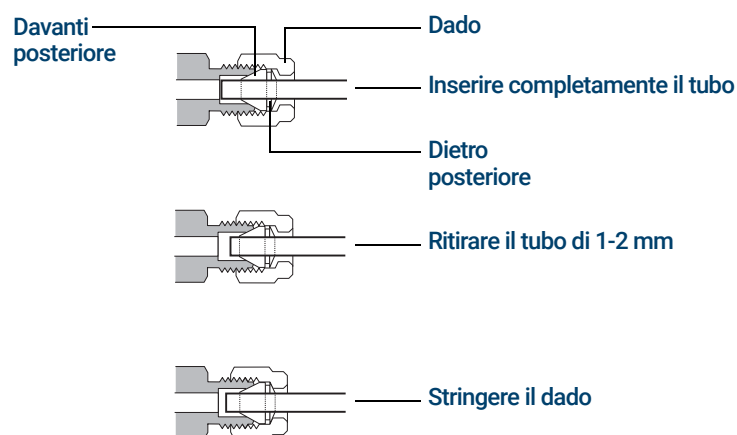

Figura 25. Inserire il tubo
- 5 Inserire completamente il tubo nel tappo, quindi estrarlo di circa 1 o 2 mm, come mostrato nella **Figura 25**.